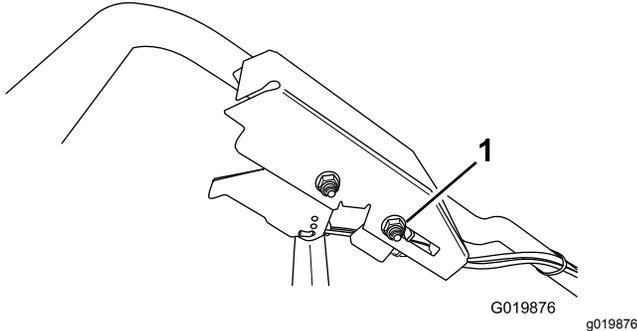

Figura 52
2. Allentate il dado del supporto cavo (Figura 52).